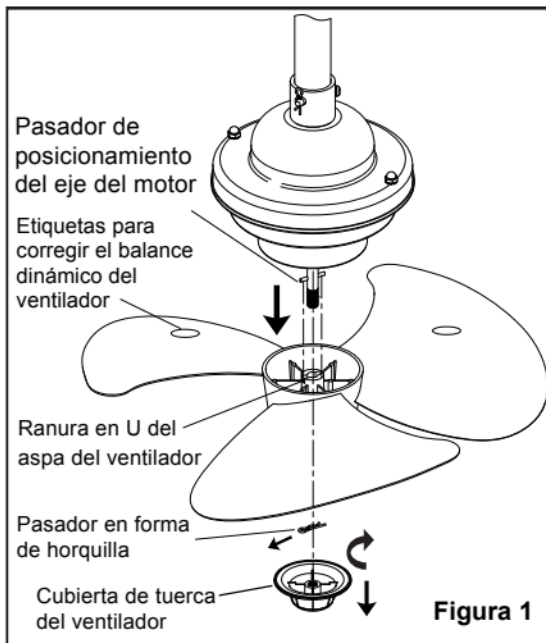

Figura 1
- ☐ 1. Instalación del soporte para el control remoto: (Figura 1)
Gira la cubierta de la tuerca del ventilador en sentido de las agujas del reloj para retirarla, inserta el desarmador en el espacio libre del pasador en forma de horquilla, sácalo y luego retira el aspa del ventilador. (Figura 1)
Ten cuidado de no retirar las calcomanías de balanceo en las aspas del ventilador. Las aspas han sido calibradas para un balance dinámico, con el fin de evitar que el cuerpo de la lámpara se tambalee cuando el ventilador esté en funcionamiento. (Figura 1)